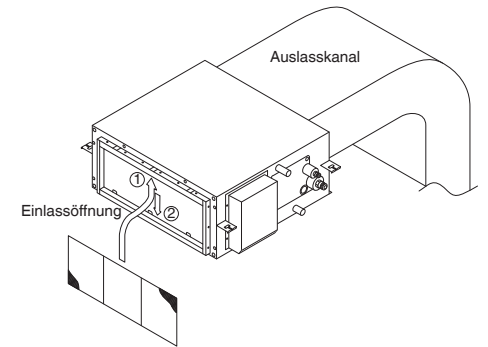

Abb. 3-49
- Standard-Installation Den Filter an der Einlassöffnung anbringen. (Abb. 3-49)